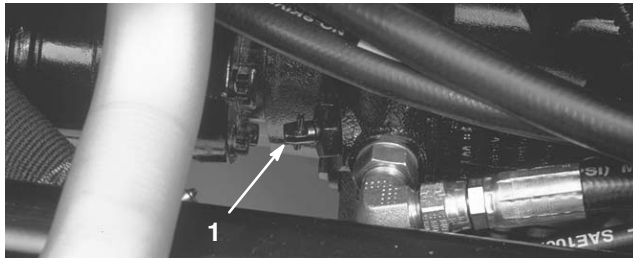

Bild 26
1. Ermitteln Sie das Sicherheitsventil an der Pumpe (Bild 26) und drehen Sie das Ventil um 90°.